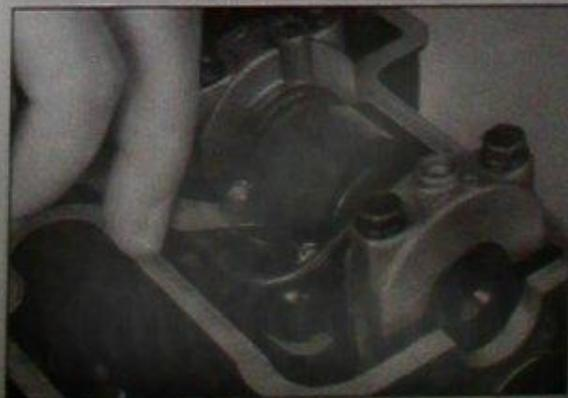

Bild 32
-  Mit Fühlerlehre Spiel zwischen Ventilschaft und Schleppebel «erfühlen» (Bild 32; Fühlerlehrenblatt muss satt passen).
(Tip für Faule: Ausbau kann man sich sparen – siehe Bild 32)